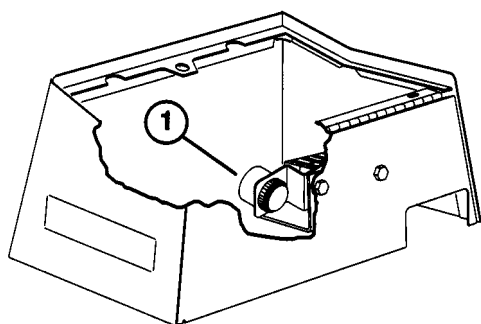

Figure 22
- Tourner la clé de contact en position contact établi (ON) pour mettre le système en marche. Le système se réarme automatiquement lorsque la clé est tournée en position contact coupé (OFF). Attendre 5 secondes, puis tourner la clé en position (ON) pour remettre le système en marche.
- Lorsque la machine démarre, l'alarme (Fig. 22) émet un bip court pour indiquer que tout fonctionne correctement. Si l'alarme reste silencieuse, la faire vérifier par un mécanicien.